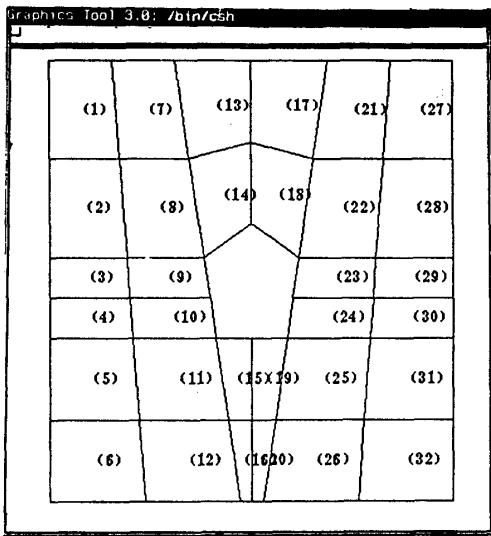

図2 トンネルの周辺についての要素自動分割結果
- (1) 分割数を変更する場合、ダイアグラムの分割数を変えるだけでよい。
- (2) 中間点を指定することにより曲線の定義や分割の間隔を変えられる。
- (3) 境界内外の中空を簡単に定義できる (中空も一つの区域として処理する 図2)。